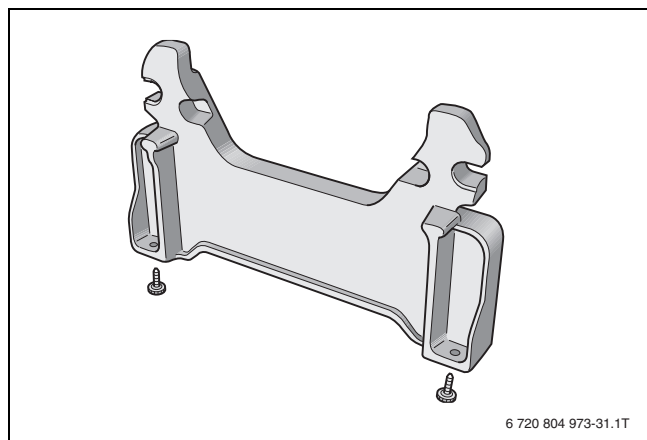

Fig. 13 Montage des pieds sur le socle (hauteur de 140 mm)
- Incliner la chaudière à l'aide d'un moyen de transport (→ fig. 13, page 13).